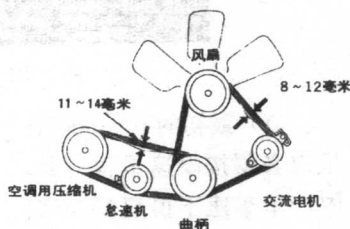

图 1-8
(4) 检查风扇皮带的松紧度, 予以调整适当 (见图 1-8)。